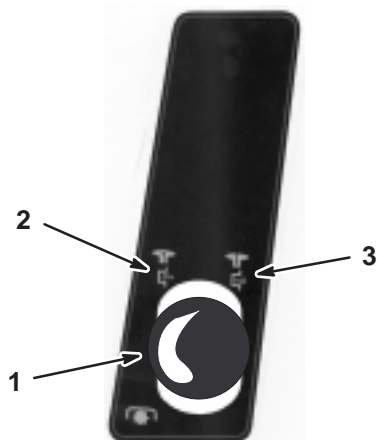

Bild 10
4. Kuppeln Sie den Zapfwellenantrieb (ZWA) aus. Siehe Bild 10.
5. Stellen Sie den Gasbedienungshebel beim Anlassen eines kalten Motors auf Choke (Bild 10).